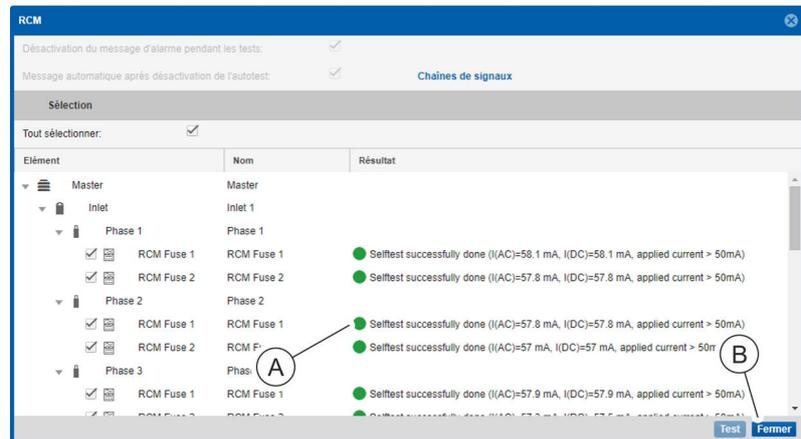

Fig. 108 : Fenêtre « RCM »
7. Contrôler le résultat de l'auto-test RCM (Fig. 108 /A).
8. Pour quitter la fenêtre « RCM », appuyer sur le bouton « Fermer » (Fig. 108 /Ⓢ).